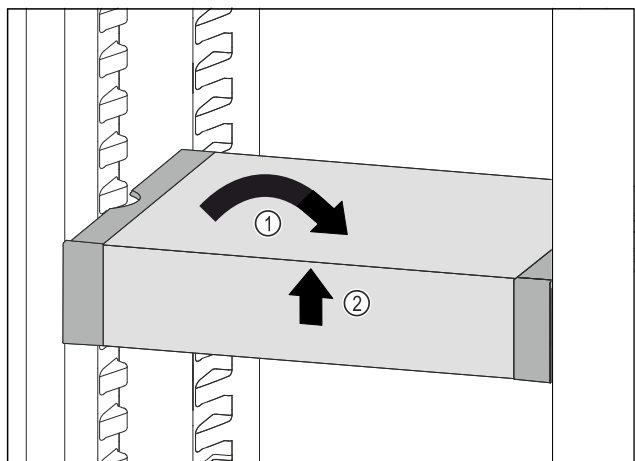

Fig. 74
- ▶ VarioSafe postavte rovno. Fig. 74 (1)
- ▶ VarioSafe nadvihnite vpredu. Fig. 74 (2)